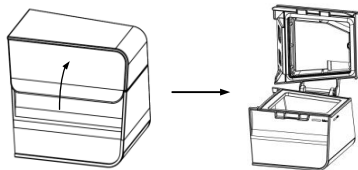
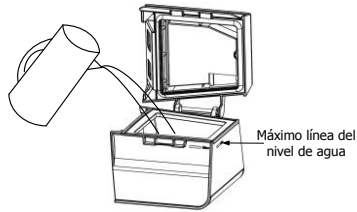

Fig. 13-2
Fig. 13-3
(1) Abra la tapa, como se muestra en la Fig. 13-2, y llene la cámara con 360 ml de agua aproximadamente, como se muestra en la Fig. 13-3. Asegúrese de que no se supere la línea del nivel máximo de agua.